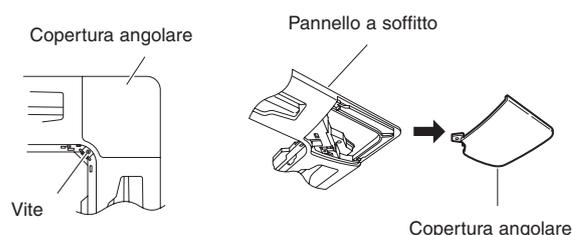
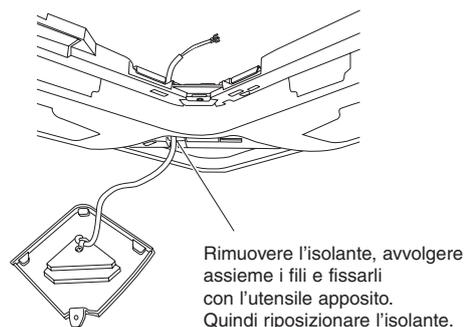

Fig. 11-2
Fig. 11-3
- (1) Rimuovere la griglia di aspirazione.
- (2) Rimuovere le viti che fissano la copertura angolare, quindi far scorrere la copertura per rimuoverla (fig. 11-2).
- (3) Il foro quadrato utilizzato per i cavi del pannello è riempito di materiale isolante (spugna isolante).
*Rimuovere l'isolante, quindi far passare i cavi del ricevitore attraverso la griglia. Avvolgere i cavi e usare un utensile apposito per fissarli assieme. Quindi, fissarli al terminale con la vite e riposizionare l'isolante nel foro (fig. 11-3).
- (4) Dopo aver completato il collegamento elettrico come descritto nella sezione "Collegamenti elettrici del ricevitore" alla pagina successiva, avvolgere assieme i fili e usare un utensile apposito per fissarli, lasciando una lunghezza di cavo sufficiente a permettere la rimozione della copertura angolare (fig. 11-3).